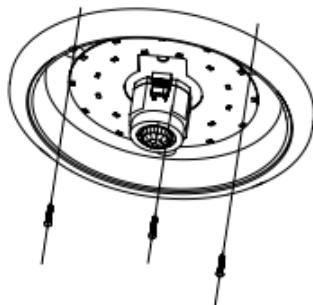

Fig. 2
- Instalati plafoniera in pozitia dorita cu ajutorul diblurilor si holtsuruburilor (fig. 2).